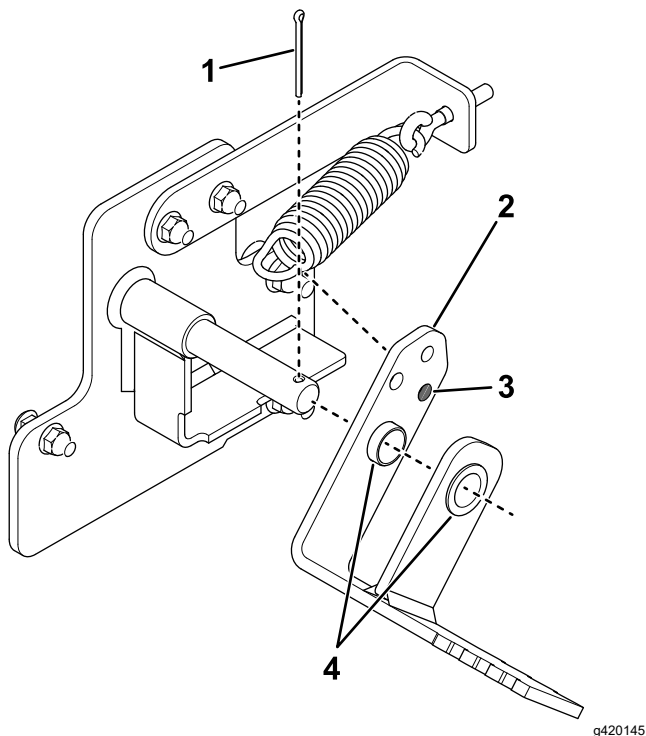

Bild 7
6. Montieren Sie auf der rechten Seite der Maschine die Feststellbremsbaugruppe an der Maschine, indem Sie die gleichen Verfahren wie unter 2 und Schritt 3 durchführen und die Feder an der Feststellbremse befestigen, wie in Bild 7 dargestellt.